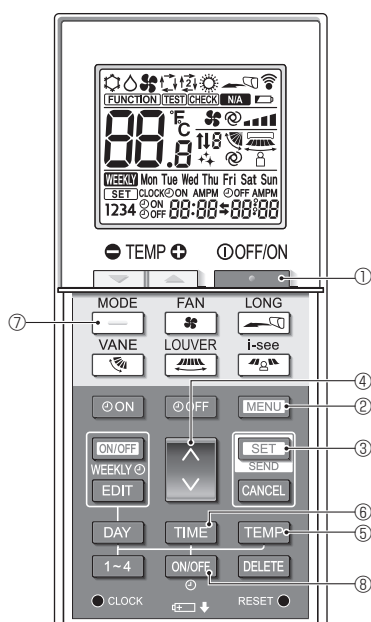

Fig. 6-9
1. Tryk på ●CLOCK-knappen ① for at stoppe klimaanlægget.
2. Tryk på MENU -knappen ②. Skærmen til funktionsindstilling vises, og funktionsnr. A blinker. (Fig. 6-9) Tryk på ↓ -knappen ④ for at ændre funktionsnr.